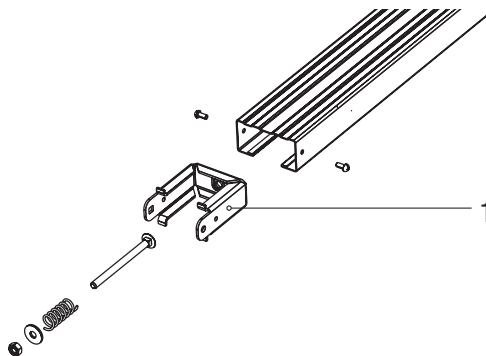

Рис. 1
2. Разберите механизм натяжения цепи поз. 1 (рис. 1).